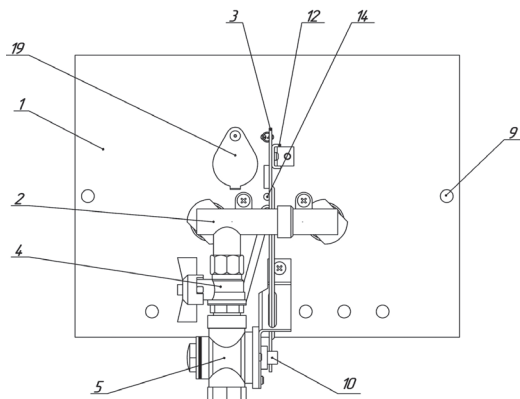

Рисунок 1 ИГН 9, 16,22
Газогорелочное устройство (рис. 1,2) состоит из насадок и автоматики горения и безопасности, расположенной на фронтальной щитке в сборе с отбойником (1).